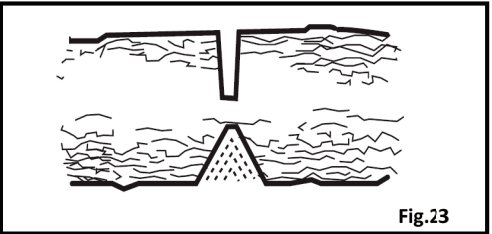

Fig.23
- Haga uno o más cortes en o cerca del punto de máxima tensión. Haga tantos cortes de la profundidad suficiente como sea necesario para reducir la tensión y haga que el árbol o la rama se rompan en el punto de máxima tensión (Fig.23)